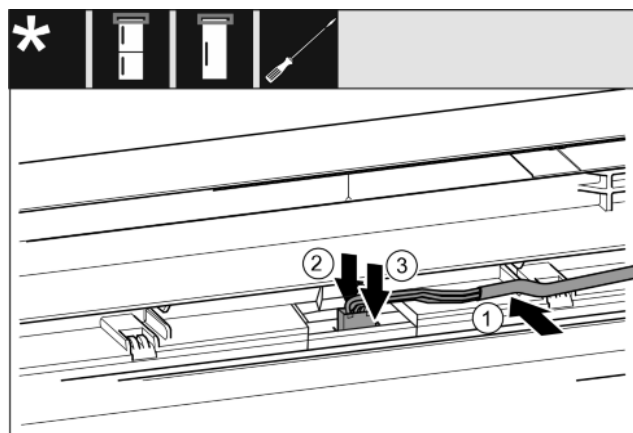

Fig. 35
- Poser le câble gris dans le guide de la porte supérieure. Fig. 35 (1)
- Pousser l'ergot vers l'arrière Fig. 35 (2)
- Insérer le connecteur. Fig. 35 (3)